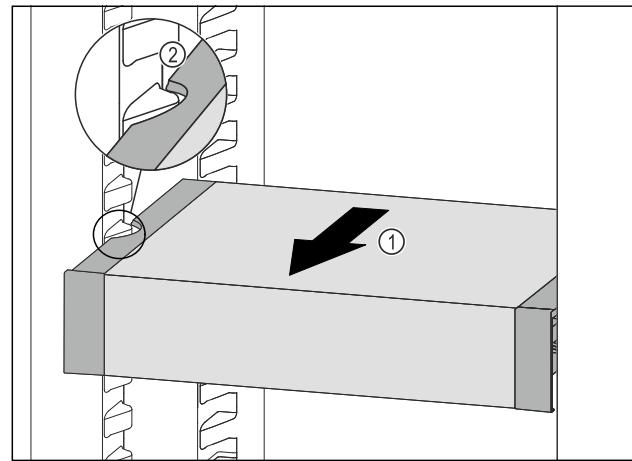

Fig. 111
- VarioSafe nach vorne ziehen *Fig. 111 (1)*, bis sich die seitlichen Aussparungen des VarioSafes auf Höhe der Behälterrippe im Kühlteil befinden. *Fig. 111 (2)*